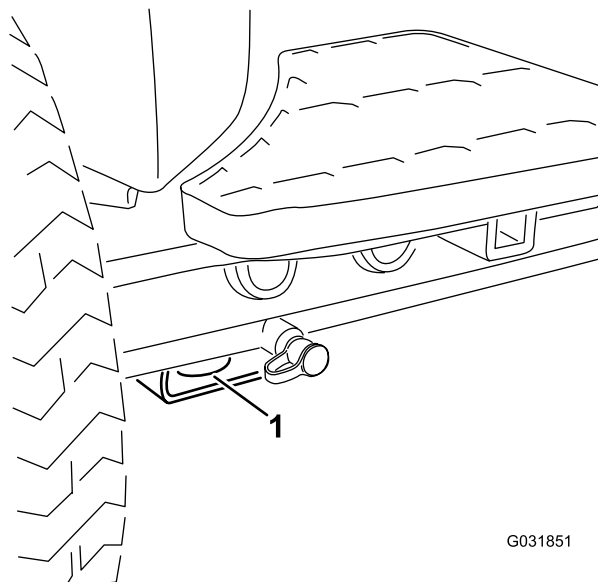

Figura 40
- **Parte anteriore della macchina** – Il foro nel supporto rettangolare, sotto il tubo dell'assale, all'interno delle ruote anteriori (Figura 40).